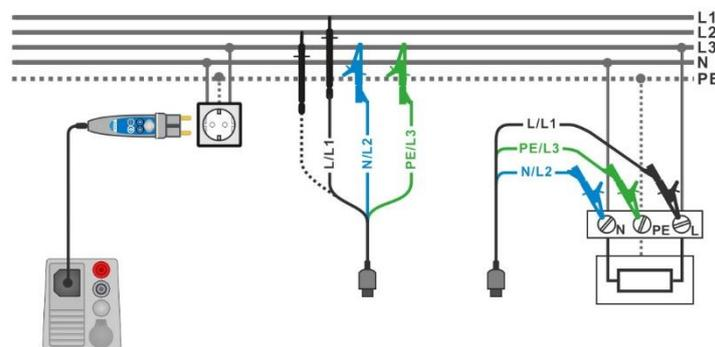

Abbildung 7.41: Phase-Neutraleiter- oder Phase-Phase-Messung der Leitungsimpedanz – Anschluss des Commander-Prüfsteckers und des 3-adrigen Prüfleiters
- › Anschluss des 3-adrigen Prüfleiters oder des Commander-Prüfsteckers am Prüfobjekt, siehe **Abbildung 7.41**.